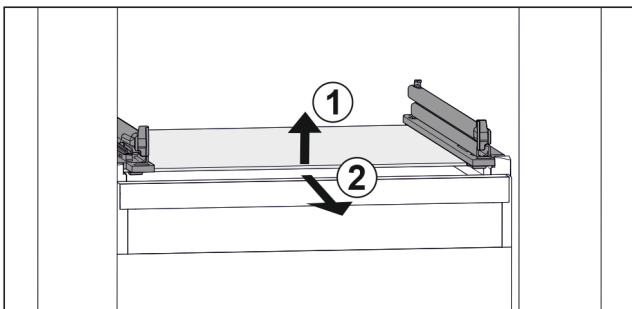

Fig. 123 Beispielhafte Darstellung der Glasplatte
- ▶ Glasplatte vorne anheben. Fig. 123 (1)
- ▶ Glasplatte nach vorne entnehmen. Fig. 123 (2)